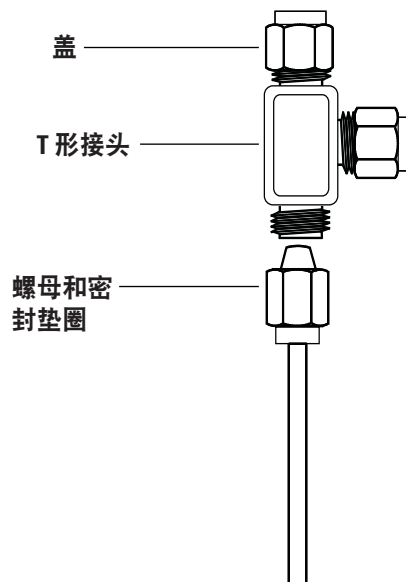

图 31 Swagelok Tee
- 1 在要安装 Tee 的位置切割管线。使用 Swagelok 接头连接管线和 Tee。请参见图 31。